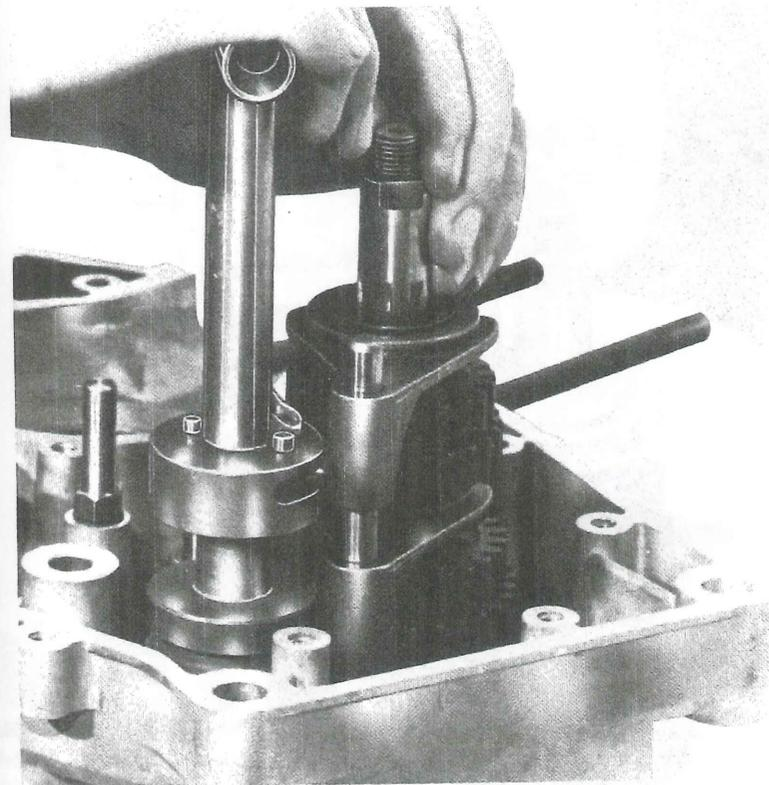

Fig. 32 - Verifica innesto marce
- Dopo avere montato l'albero a cammes, è necessario controllare che si compia regolarmente l'innesto di tutte le marce, dalla 1° alla 5° velocità, ruotando l'albero a cammes da una estremità all'altra. Questa operazione può venire facilitata, facendo uso di uno speciale attrezzo, che applicato sulla cammes stessa, consente di farla ruotare facilmente (fig. 32).